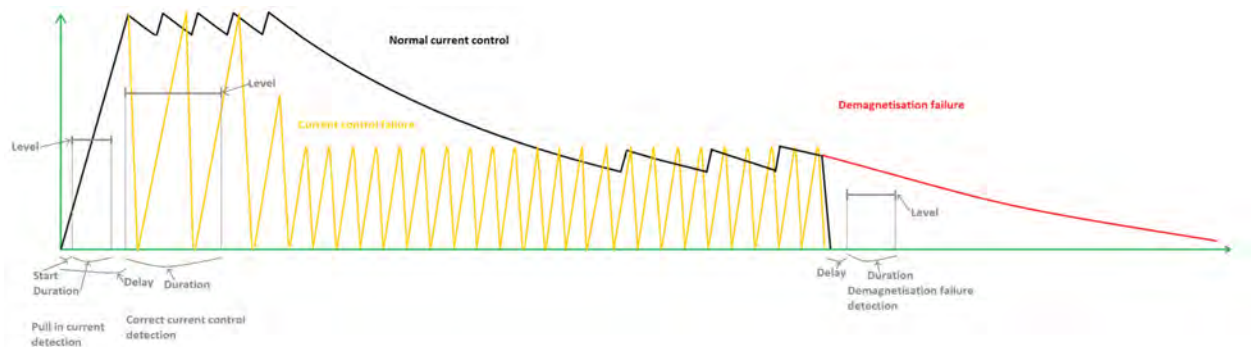

Imagen 1 Variaciones de corriente de la Port Injection
- Pull in Current Detection (véase la imagen 1 Variaciones de corriente de la Port Injection)
- **Correct Current Control Detection** (véase la imagen 1 Variaciones de corriente de la Port Injection)